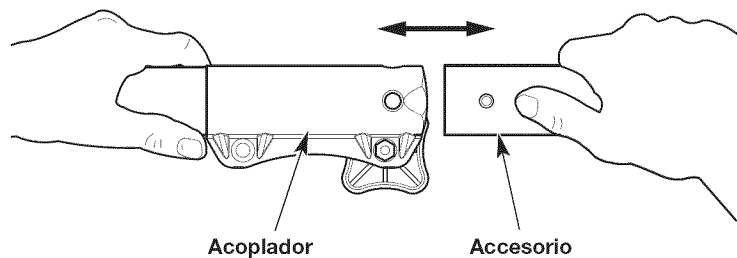

Fig. 2
4. Tire del accesorio directamente hacia fuera del acoplador (Fig. 2).